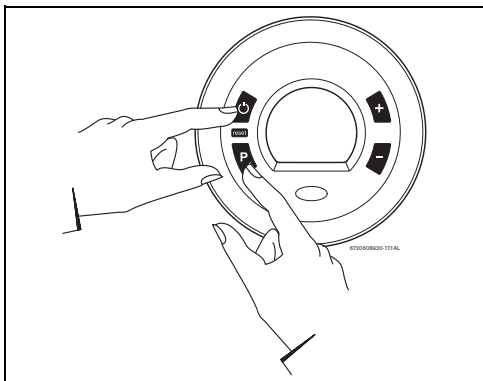

Fig. 37 Modo de ajuste del gas
- ▶ Mantener pulsada la tecla de programación y pulsar el interruptor principal ON/OFF para conectar el aparato (Fig. 37).